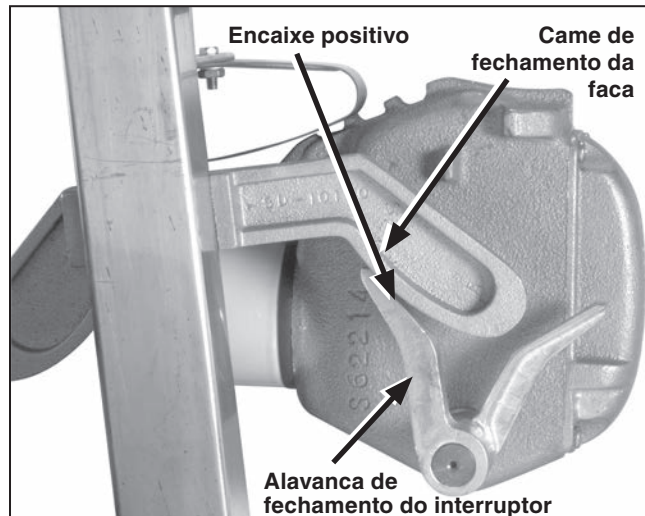

Figura 36. Movimentação do conjunto da faca na direção de fechamento.
- (a) Na movimentação do conjunto da faca na direção de fechamento, cada came de fechamento da faca deve encaixar de forma positiva em sua alavanca de fechamento respectiva do interruptor. Ver Figura 36.